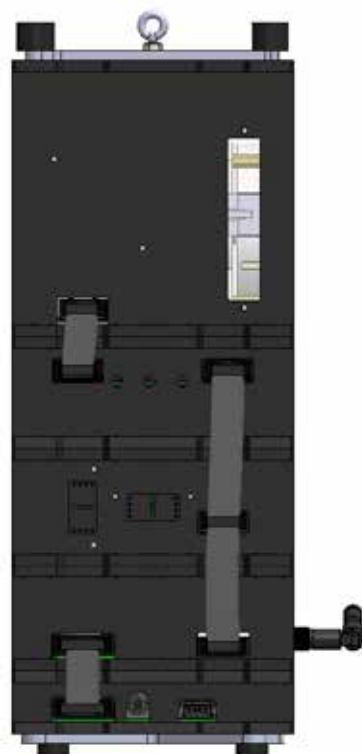

Рисунок 131. Подключение шлейфами
7) Подключить модули друг к другу шлейфами (рисунок 131):